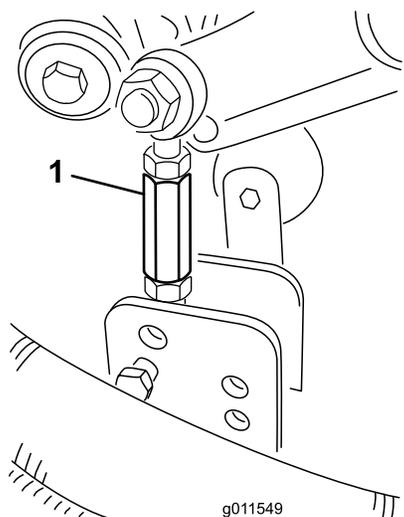
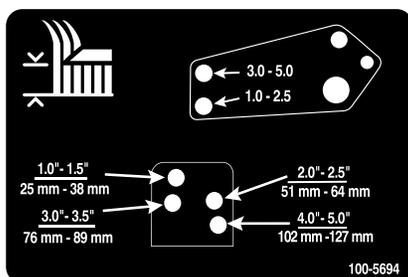

Figura 24
Figura 25
- Togliete le coppie ed i perni con testa che fissano le connessioni dell'ammortizzatore alle staffe dell'apparato di taglio (Figura 24). Allineate i fori dei tiranti di smorzamento con i fori della staffa per l'altezza di taglio desiderata sul telaio dell'apparato di taglio (Figura 25), inserite i perni con testa e montate le coppie.